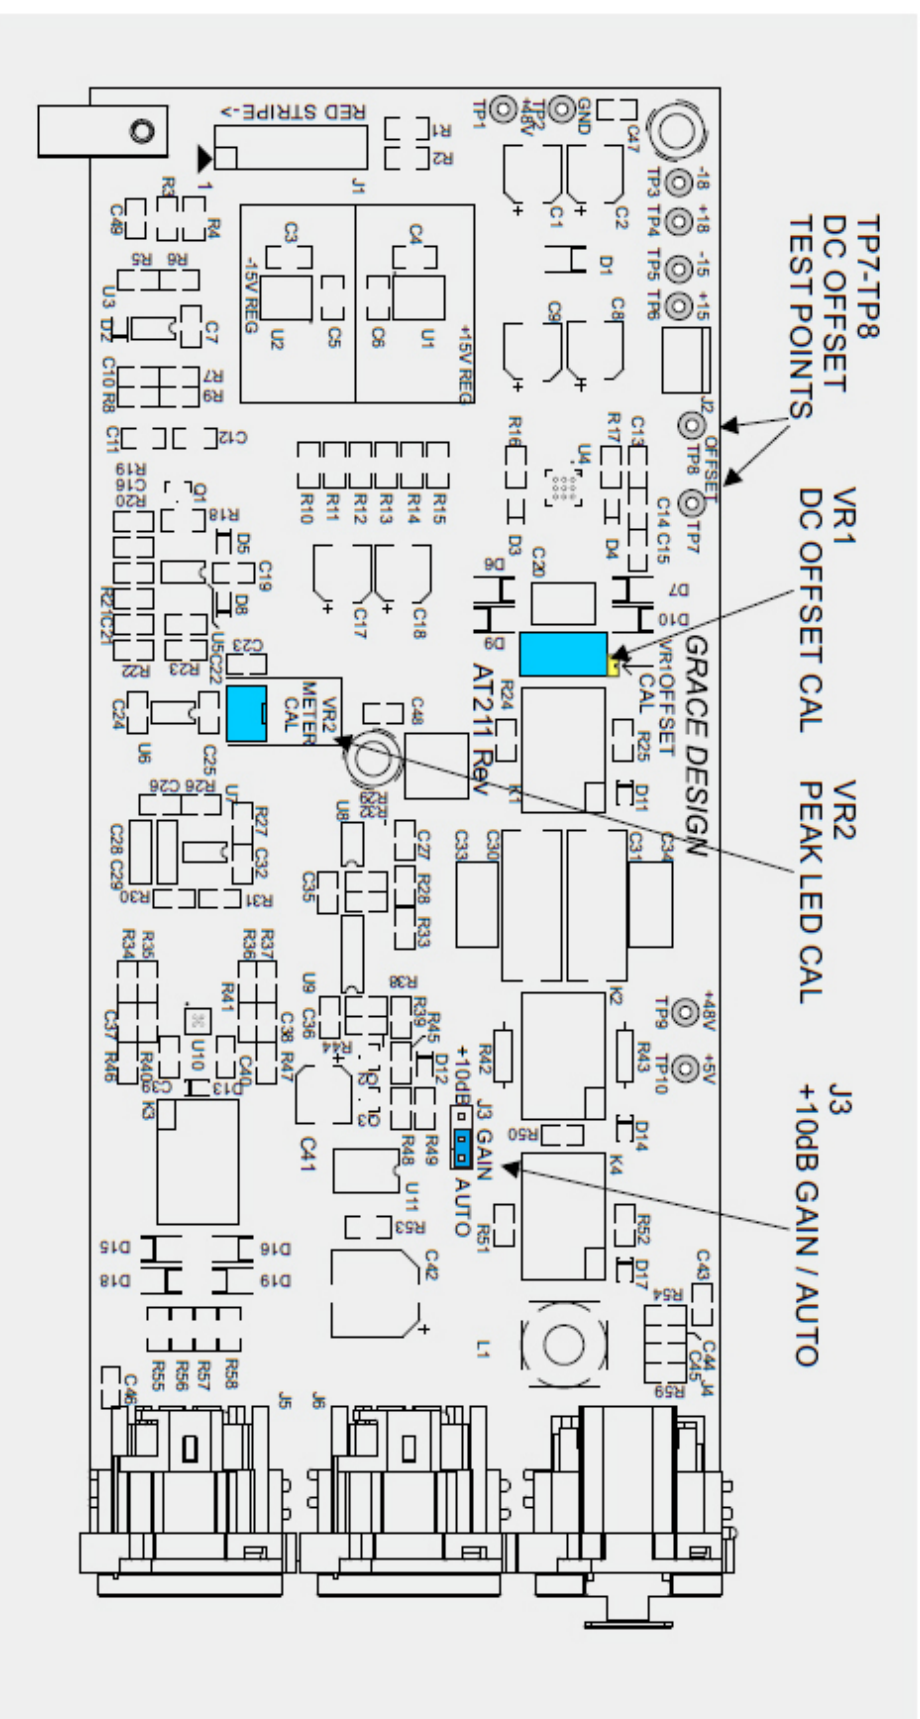

figure 3 - offset test point and peak LED adjust trim pots
- 6、もしレベルメーターがアンバランス入力の機器の場合は、図 3 を参照してターミネーションを行ってください
- 9、チャンネル 1 のオーディオ基板の VR2 (図 3 を参照してください) を調整して、ピーク LED が緑色と赤色の間になるよう調整します。同じ動作をチャンネル 2~8 まで繰り返します。
*次ページの図3を参照の事
- 5、トップカバーを外して、調整したチャンネルのDCオフセットのテストポイントであるTP7とTP8(図3を参照)を確認します。ボルトメーターをこれらの穴にセットしてDC電圧を計測します。+/- 0.02V以内に収まっている必要があります